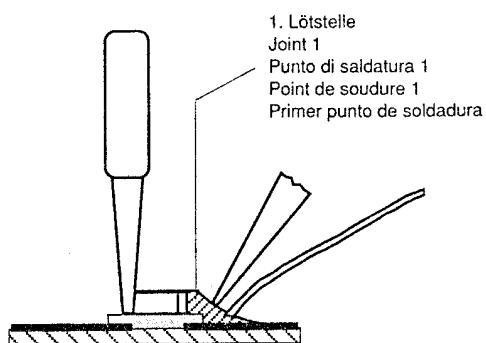

Fig. 4
4. Schritt: CHIP an der Lötstelle ansetzen, zentrieren und anlöten (Fig. 4).
4. Appoggiare il CHIP sul punto di saldataura, centrarlo e quindi saldarlo (Fig. 4).
4. step: Put the CHIP onto the soldering point, then center and fix it (Fig. 4).
4. Poser le composant CMS sur cette pointe de soudure, centrer et souder. Maintenir le composant CMS à l'aide d'une pince (Fig. 4).
- Cuarto paso: Colocar el CHIP sobre la gota estano, centrarlo y soldarlo (Fig. 4).